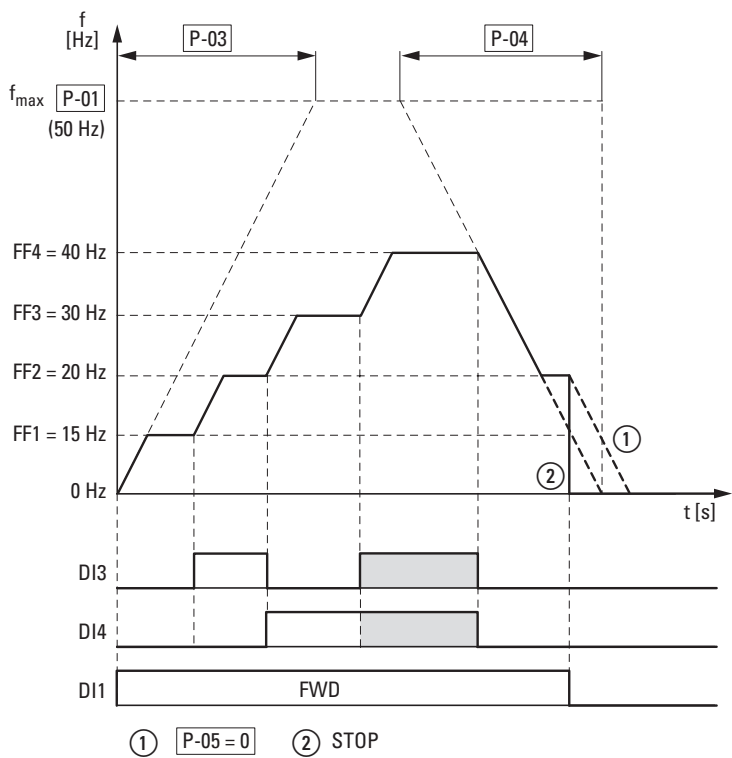

Рисунок 74: пример: включение постоянных частот с линейными ускорением и торможением
Время переключения между постоянными частотами соответствует длительности торможения и ускорения, заданном в P-03 и P-04. (→ Рисунок 74). При отключении разрешения запуска FWD или REV происходит неуправляемая полная остановка с вращением двигателя по инерции ②. При P-05 = 0 происходит управляемое торможение привода ①.